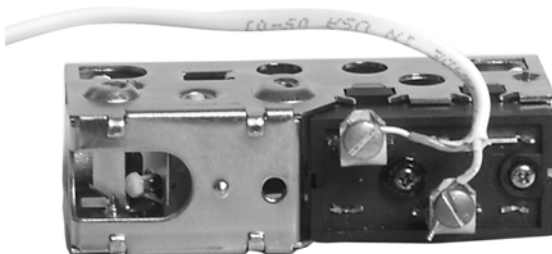

Fig. 41. Raccordement de l'humidistat.
7. Raccorder les deux conducteurs du fil basse tension aux bornes à vis sur le régulateur d'humidité. Voir la figure 41.
10. Raccorder les fils aux bornes à vis sur l'humidistat. Voir la figure 41 à la page 17.